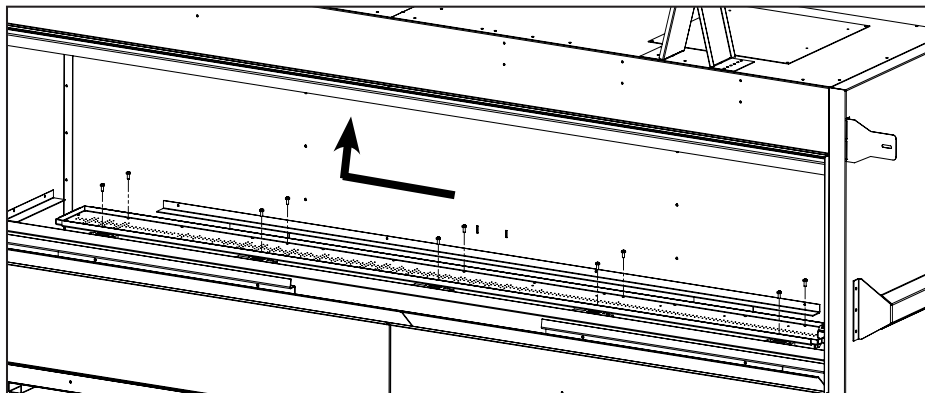

Figure 19: Dépose de brûleur
6. Retirez les dix vis T-20 le brûleur pan comme illustré à la Figure 19; ne retirez pas les autres vis T-20. Une fois la vis spécifiée sont supprimées faites glisser vers la gauche de brûleur et soulevez-le pour le retirer.